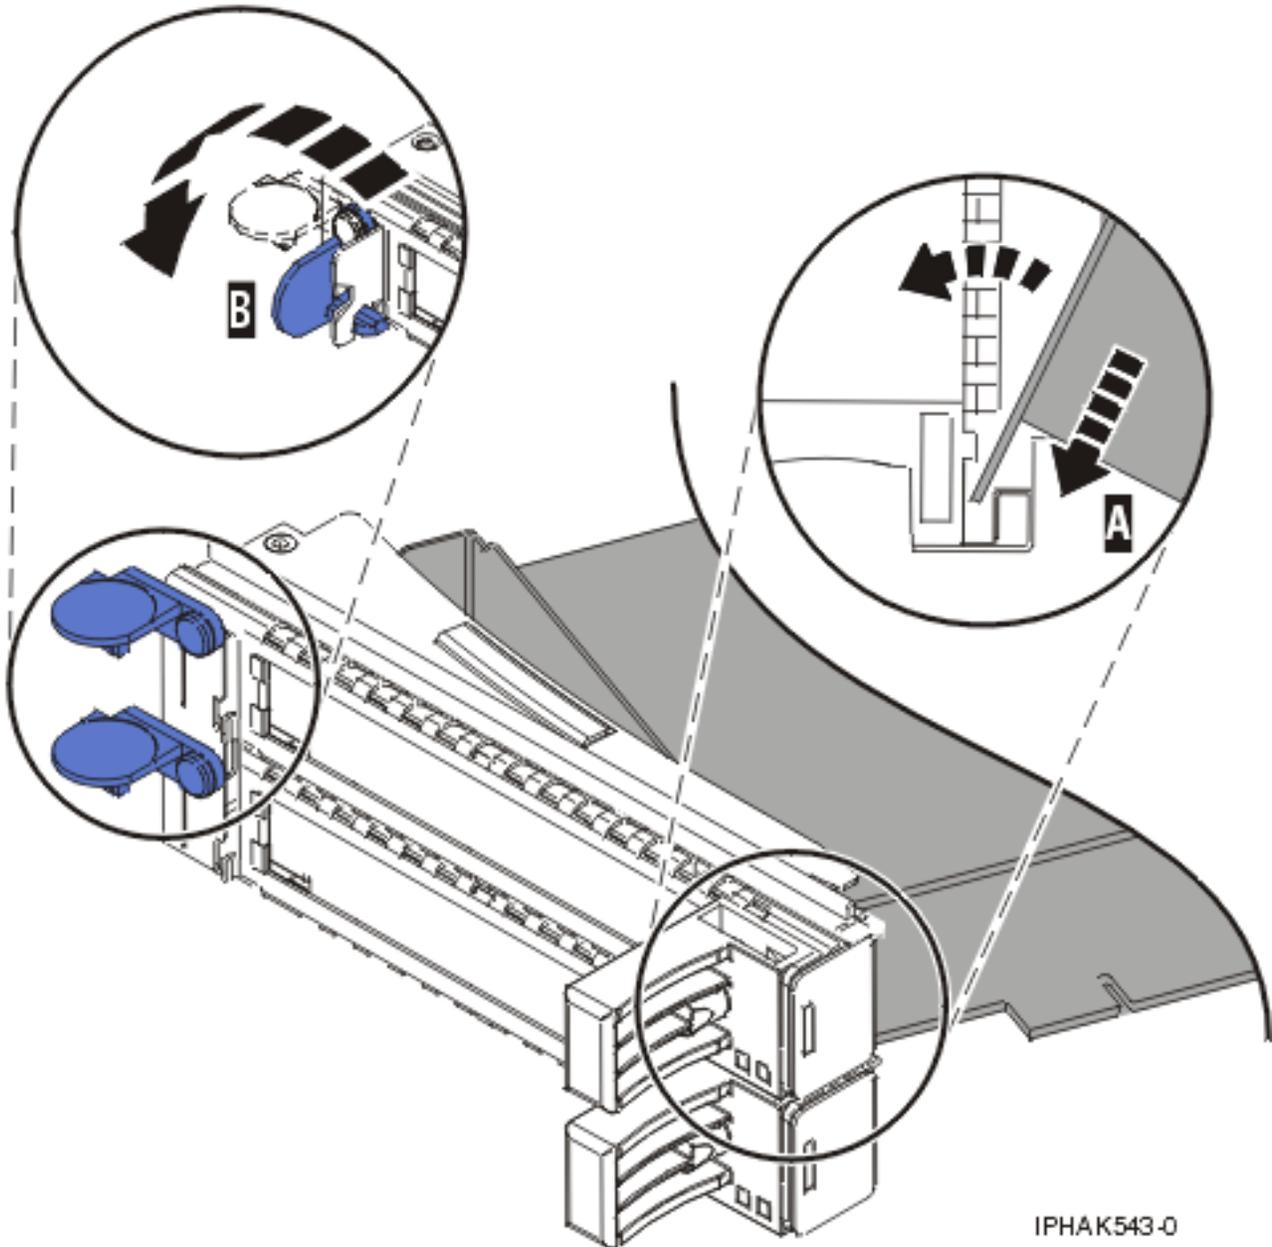

Figure 102. Remplacement de la carte de la cassette de cartes PCI
- d. Dévissez le pivot (C) et placez-le en lieu sûr.
- a. Placez le levier de blocage de contre-poupée en position ouverte, insérez fermement la carte dans le bloc de retenue (A). Pour plus d'informations, voir figure 102.
- d. Positionnez les crochets de retenue pour soutenir la carte, puis faites pivoter l'étrier de retenue (B) pour le verrouiller. Pour plus d'informations, voir figure 102.